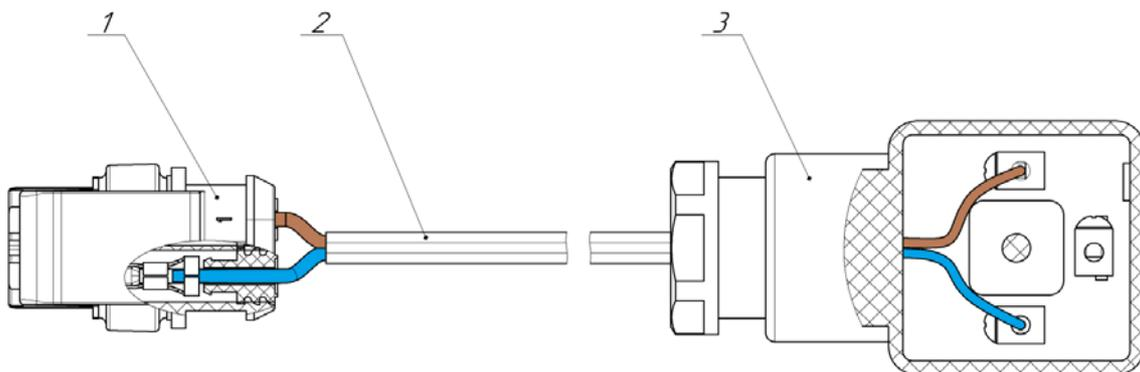

Рис. 2.35
2.5.7 Установить на конец жгута ② (рис. 2.35) в поперечной балке розетку дивертора ③. Провода жгута необходимо подключить к параллельным контактам и надежно зафиксировать винтами.